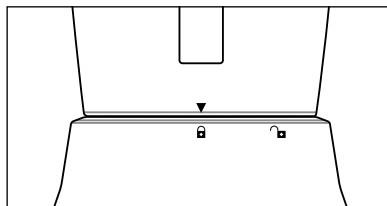

Fig. 3
- 7) Collocare l'inserto mixer **3** pieno e chiuso sul blocco motore **6**. Utilizzare al riguardo gli incavi presenti sul blocco motore **6** e assicurarsi che la maniglia dell'inserto mixer **3** sia rivolta verso il simbolo  (vedere Fig. 3). Ruotare l'inserto mixer **3** in senso orario nella posizione , finché non si percepisce l'innesto. Il motore può avviarsi solo quando l'inserto mixer **3** è applicato a filo.